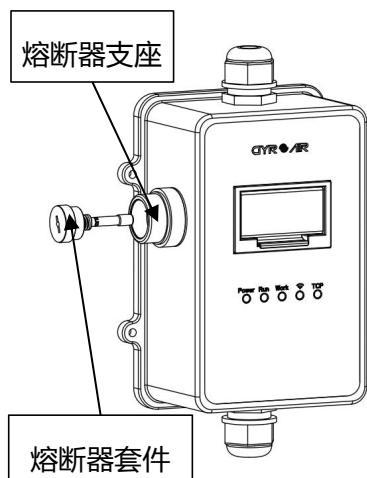

图 8
2) 如图 8 所示，使用平口螺丝刀逆时针将熔断器套件从支座旋转出；